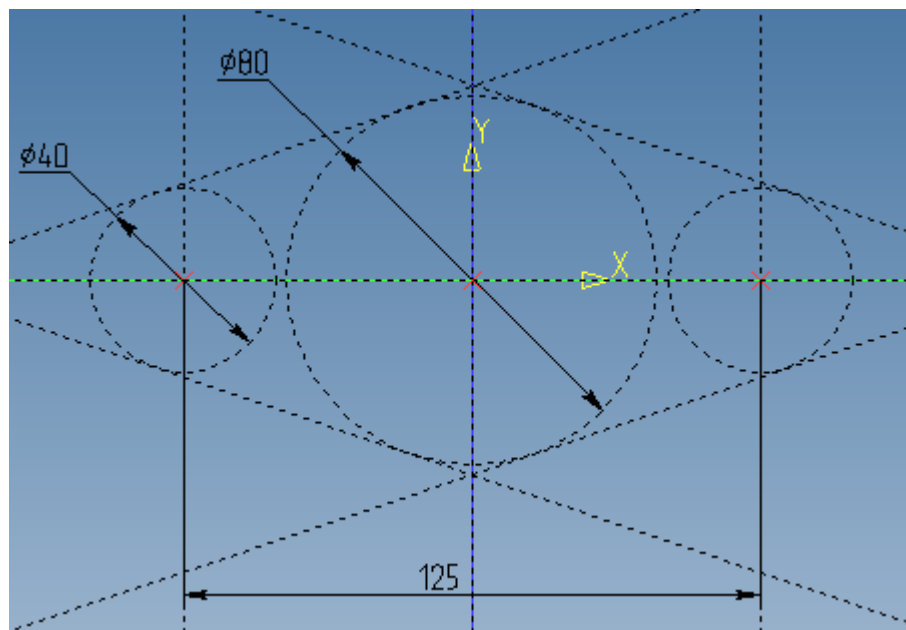
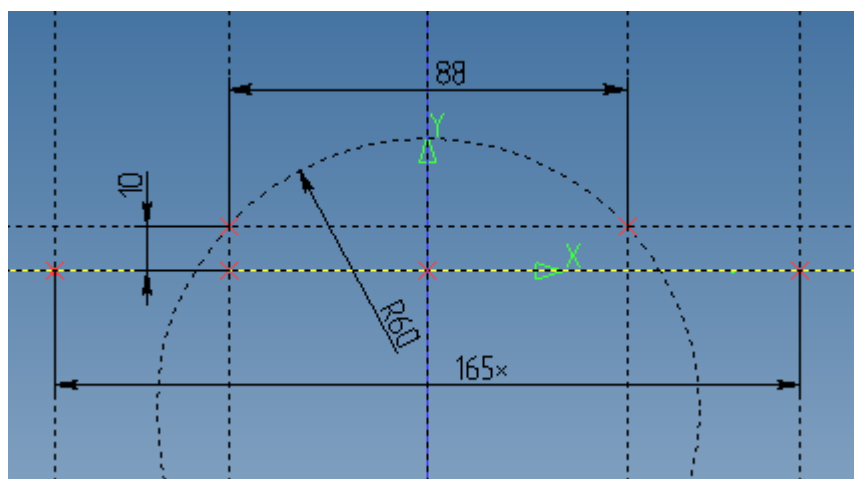
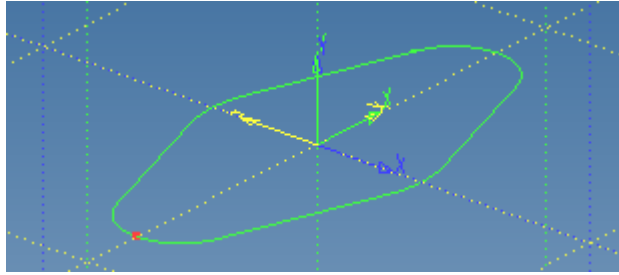
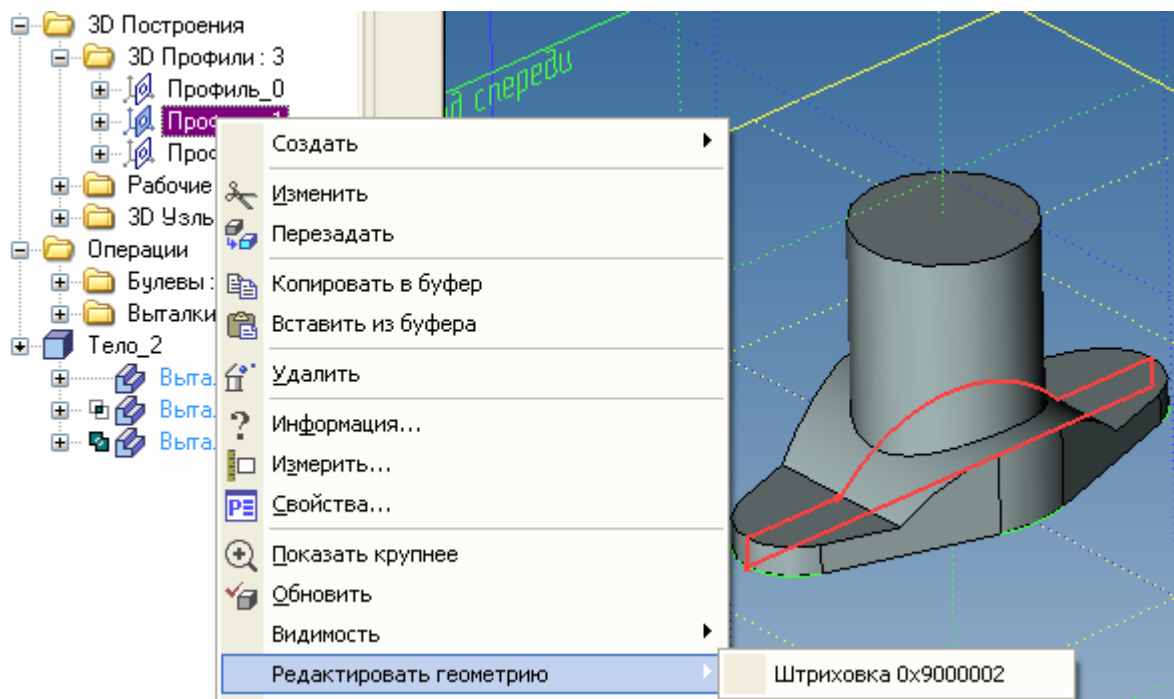

рис. 1
рис. 2
рис. 3
рис. 9
Начнем с построения основания. Выполним на виде сверху следующий эскиз (рис. 1),
а на виде спереди как на рис. 2. Оба эскиза для взаимной связи проще всего привязать к нулевой точке координат соответствующих рабочих плоскостей. Для сохранения симметричности следует отразить линии построения относительно нулевой вертикали, пользуясь опцией  команд <L>, <C>.
Обратите внимание, что на эскизах проставлены управляющие размеры и их минимум. На эскизе на рис. 2 размер 165* проставлен как справочный, он не является управляющим. Откуда взялось его значение? Этот размер определяет габарит основания и его значение можно было бы измерить по эскизу рис. 1, а затем проставить на эскизе рис. 2. Однако для сохранения параметрической связи эскизов, расположенных на разных плоскостях положение левой габаритной прямой определяется проекцией узла (рис. 3), а вторая прямая симметрична ей (напоминаем, что для проецирования узла на рабочую плоскость следует воспользоваться кнопкой  на панели управления текущей рабочей плоскостью).
Теперь можно сделать полукруглый вырез в основании. Радиус арки известен (50). Кроме того, центр дуги арки совпадает с центром дуги R60 на рис. 2. Чтобы не искать, на какой плоскости расположен профиль, отталкиваясь от геометрии которого мы хотим продолжить построение можно воспользоваться приемом, показанным на рис. 9 - профиль выбран правой кнопкой